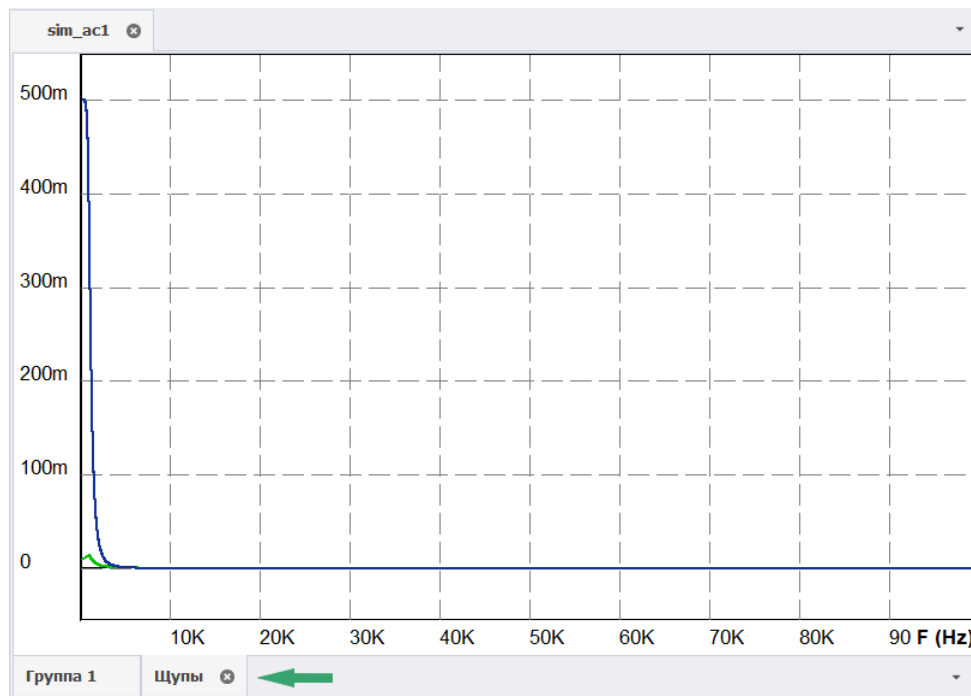

Рис. 171 Отображение графиков результатов моделирования
- На вкладке «Щупы» будут отображены нужные графики результатов моделирования I(L1) и V(NET0002), см. Рис. 171.